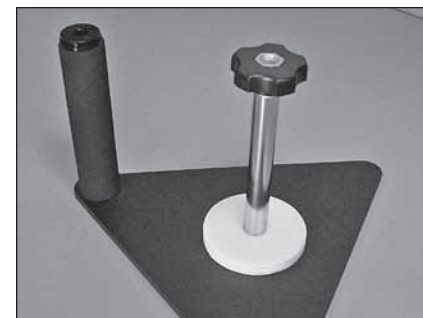

Figura 2. Es preferible cargar y retirar los contrapesos cuando el portacontrapesos se sitúa con esta orientación.
1. Coloque el portacontrapesos en el suelo, como se muestra en la **figura 2**.